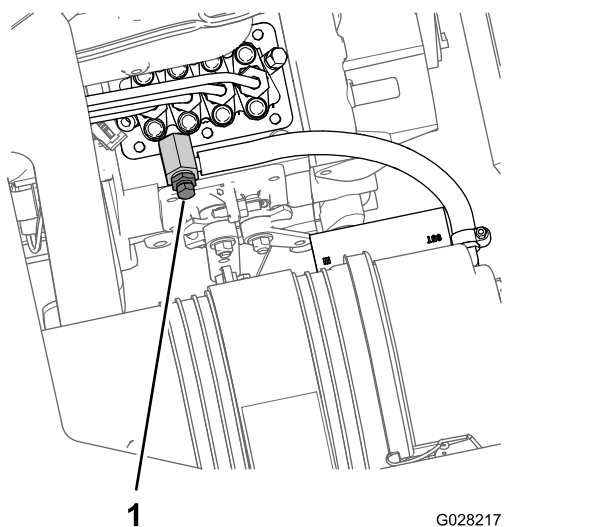

图55
- 将放油盘放在在发动机燃油喷射泵部位的下方 图55。
- 打开燃油喷射泵 图55 上的排气螺丝。
- 让钥匙保持在“运行”位置直到有整股的燃油从排气螺丝周围排出 图55。
- 拧紧排气螺丝 图55 将钥匙转至“关闭”位置。